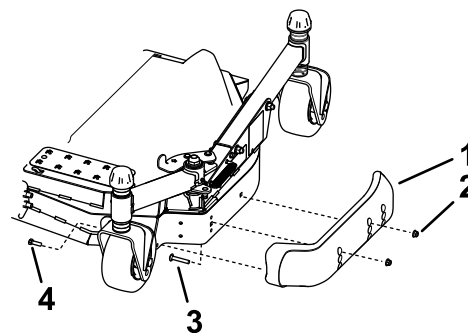

Figura 7
3. Afloje el tornillo situado en la parte delantera de cada patín (Figura 7).
5. Mueva cada patín a la posición deseada y fíjelos con los pernos con arandela prensada y las tuercas (Figura 7).